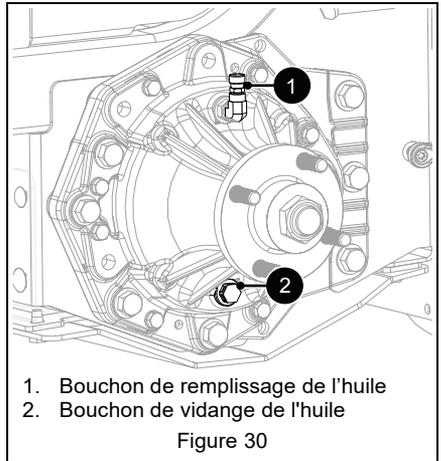

Figure 30
6. Placer le conteneur sous le bouchon de vidange pour récupérer l'huile usagée. Voir Figure 30.